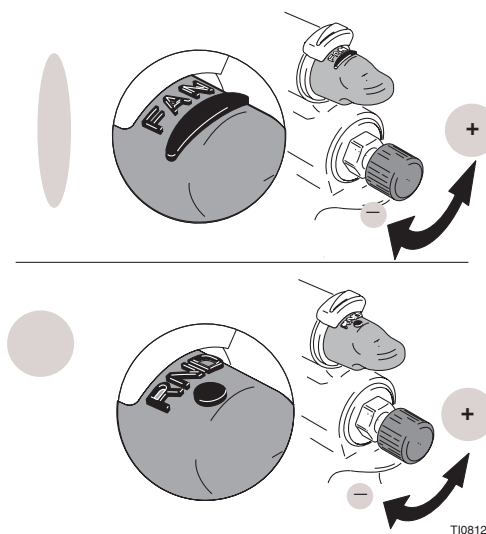

Рис. 8
**Примечание:** Снижение расхода жидкости или поворот ручки-регулятора воздуха в положение RND приводит к уменьшению ширины распыления. Использование **воздушного наконечника 244227** позволит создавать более широкую форму, повышая производительность. Рис. 8.
- При первом наложении краски начинайте распыление с клапаном жидкости и максимальным количеством воздуха и ручкой-регулятором, установленной в положение формы распыления FAN. Затем отрегулируйте по необходимости. См. Рис. 8 для регулировки размера пятна распыления.